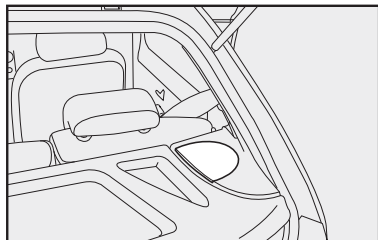

fig. 99
- alto-falantes traseiros coaxiais **fig. 99.**